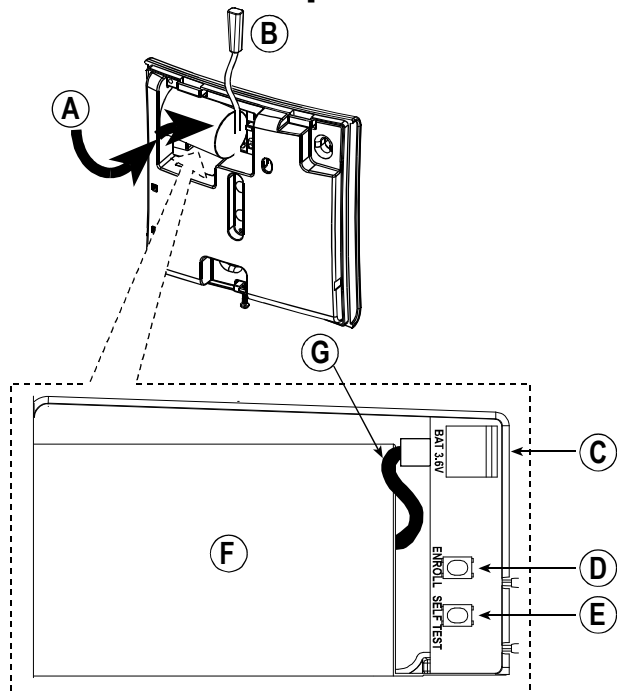

Рисунок 3: Установка батарейки
A. Нажмите и отпустите кнопку ТЕСТ (см. Рис. 3); по очереди должны произойти следующие события: